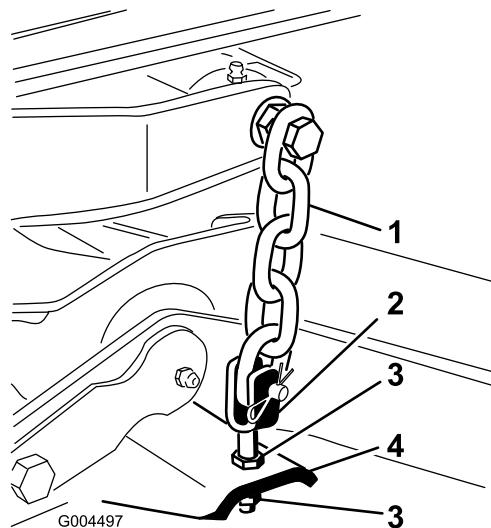

图5
8. 调节将剪草机轭/链条固定到剪草机的锁紧螺母直至剪草机达到水平图5。
7. 调节固定后剪草机轭/链条图5的锁紧螺母以升高剪草机的后部使刀片间距设定到811mm。